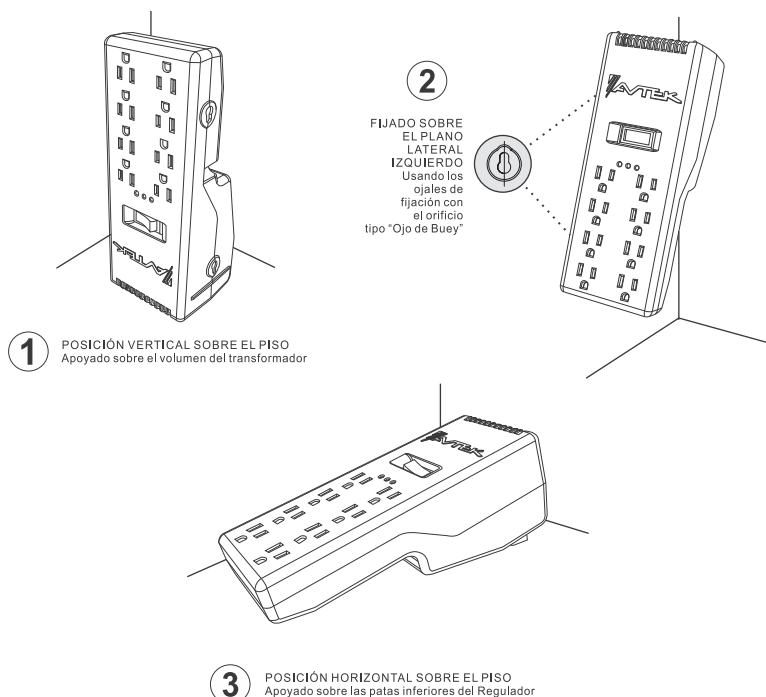

Figura 4 - POSICIONES EN QUE PUEDE COLOCAR SU REGULADOR
El regulador de voltaje **RSPC** está diseñado para ser colocado en (03) TRES posiciones (ver figura 4).